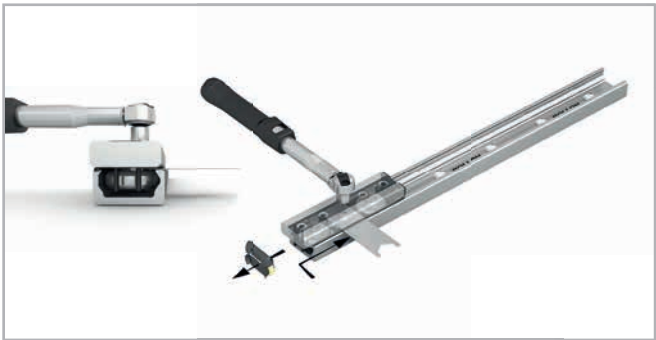

图 154
- (1) 检查导轨是否清洁，并拆下清洁刷，以提高预载荷的灵敏度。
- (2) 将滑块插入导轨。可能需要将待调整的轴承对准固定部分，才能将滑块插入导轨。如果误差较大，可能会增加插入的难度。使用扁平扳手。
- (3) 在螺丝上涂抹中等强度的粘合剂。
- (4) 轻轻拧紧上轴承的螺丝，但不要过紧；如果螺丝已经拧紧，则将轴承的固定螺丝稍微拧松一些。必须确保轴承能够转动，但又不会完全滑轮。只调整需要调整的轴承即可（不需要标注中心位置）。
- (5) 如果为 NSW/NSA/NSD/NSDA 系列，则将滑块放置在导轨的一端，以快速将扁平扳手插入。如果为 CSW/CDW 系列，可以在导轨的任何一点进行调整。
- (6) 将提供的扁平扳手插入导轨和滑块之间。如果为 NSW/NSA/NSD/NSDA 系列，则从线轴的一端插入，然后在侧密封下将其滑动至要调整轴承。（图154）。